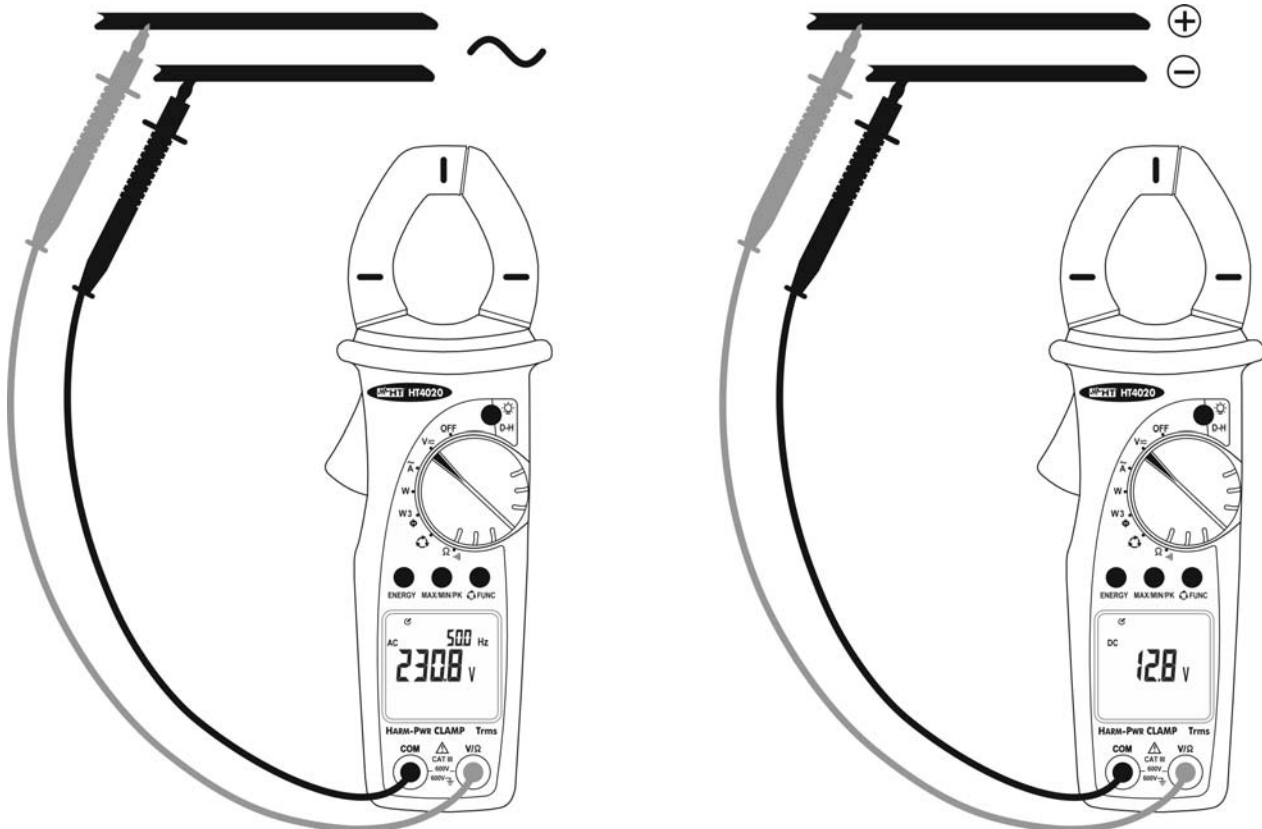

Fig. 4 : Mesure de tension AC/DC
3. Positionner les embouts sur les points désirés du circuit sous test (voir Fig. 4). Au début, l'instrument sélectionne DC qui passe automatiquement à AC en cas de mesure de tension alternative. La valeur de tension est affichée à l'écran et, en cas de tension AC, on montre également la valeur de la fréquence sur l'afficheur secondaire
4. Si le symbole « - » s'affiche, cela signifie que la polarité de la tension DC est négative (polarités inversées par rapport à ce qui est indiqué à la Fig. 4)